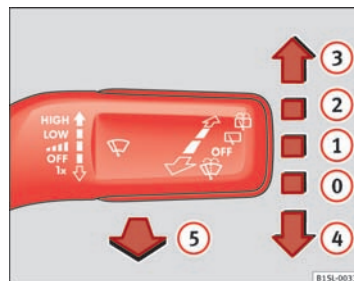

Fig. 60 Betjening af forrudeviskere
- Tryk betjeningsarmen til viskerne nedad et kort øjeblik ⇒ Fig. 60 ④.